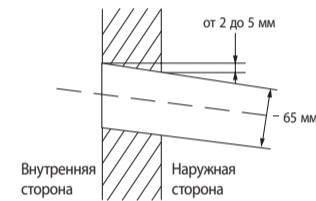

Рис. 2-1
2.1 Выполните отверстие в стене, как показано на рис. 2-1.
- Согласно рис. 2-1, отверстие в стене должно быть сделано с небольшим уклоном для беспрепятственного стока конденсата.